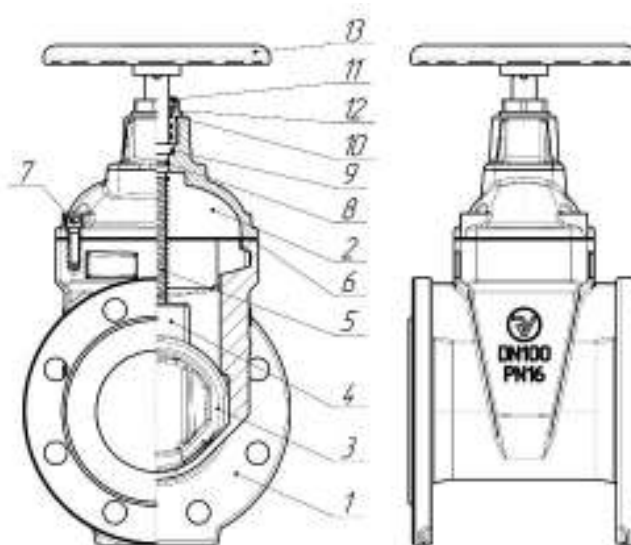

Рисунок 1. Задвижка Ду 40-1000:
1.2.10. Основные размеры и массогабаритные характеристики задвижек приведены на рис. 1.